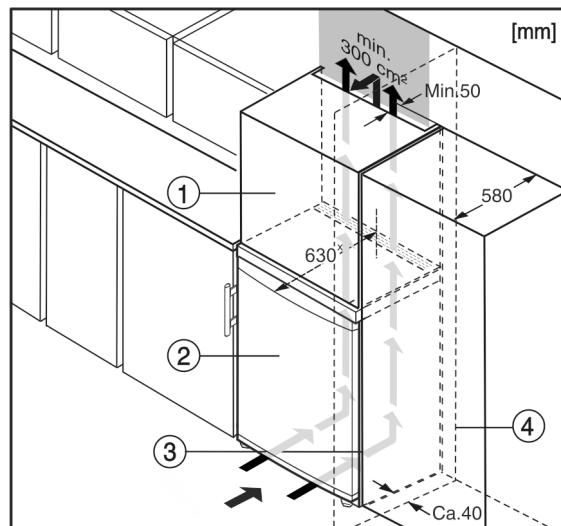

Fig. 6
Устройство может быть окружено кухонными шкафами. Чтобы уравнять устройство Fig. 6 (2) по высоте с кухонной стенкой, можно установить над устройством дополнительный шкафчик Fig. 6 (1).
При комбинировании с кухонными шкафами (глубина макс. 580 мм) устройство можно установить непосредственно рядом с кухонным шкафом *Fig. 6 (3)*. Устройство выступает сбоку на 34 ммx и по центру на 50 ммx относительно передней стенки кухонного шкафа.
Если устройство установлено на шарнирах у стены *Fig. 6 (4)*, то расстояние между устройством и стеной должно быть не менее 40 мм. Настолько выступает ручка при открытой дверце.\*